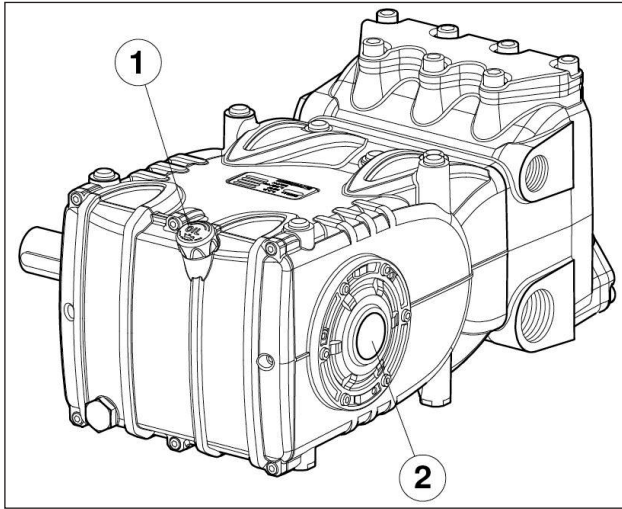

Fig. 14
5. Le niveau d'huile dans le carter de pompe est correct, en le mesurant avec la jauge d'huile appropriée (Fig. 14, rep. ①) et exceptionnellement avec le voyant de niveau (Fig. 14, rep. ②).